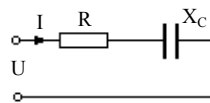

Рис. 8.2
**2. Исходные данные.** К источнику переменного тока с напряжением  $U$  подключена цепь с активным сопротивлением  $R$  и емкостью  $X_C$  (рис. 8.2, табл. 8.2).